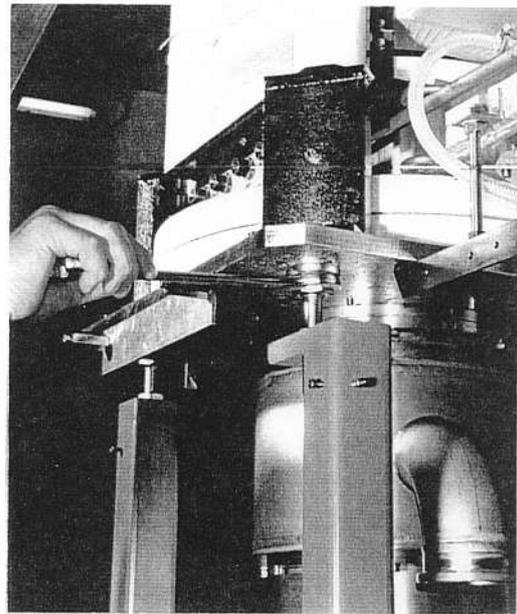

Abb. 26. Ausrichten der Röhre im Betriebsfeld
- h) Mit den Einstellschrauben (Abb. 26.) des Betriebsgestells wird die Röhre mittels einer Wasserwaage ausgerichtet.